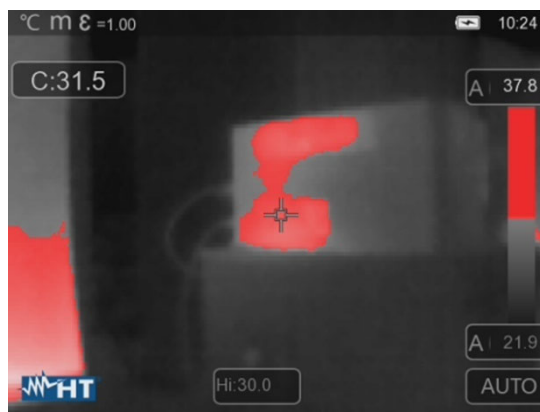

Abb. 40: Auswahl Isothermen-Linie Alarm hohe Temp.
5. Berühren Sie das Feld "Hi" im unteren Teil des Displays und stellen Sie mit den Pfeiltasten < oder > den Wert der **maximalen** Temperaturschwelle ein, ab der das Gerät die Bildpunkte in Rot und die verbleibenden Punkte in Grau anzeigt (siehe Abb. 40).